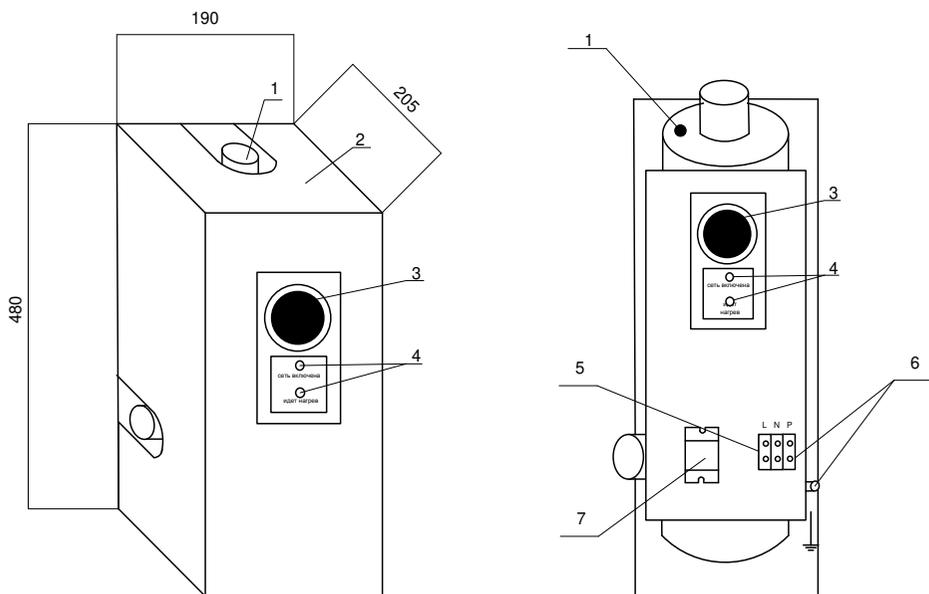

Рис. 1 Внешний вид электрокотла «Mini Plus».
3.1. Водонагреватель электрический «Mini Plus» состоит из колбы водонагревателя **1**, защитного кожуха **2**, регулятора температуры по теплоносителю **3**, светоиндикации **4**, клемм электропитания **5**, клеммы заземления **6** и силового реле **7** (для моделей Mini 4 Plus /5 Plus /6 Plus): см. рис.1. Габаритные размеры электроводонагревателя 190x205x480 мм.
5.4. Кабель питания подключите к клеммам электропитания **5** (рис.1).
5.5. Заземлите водонагреватель! Клемму заземления **6** (рис.1) соединить медным гибким проводом сечением не менее 2,5 мм² с заземляющей магистралью (контуром повторного заземления). Последовательное включение в заземляющую магистраль запрещается!